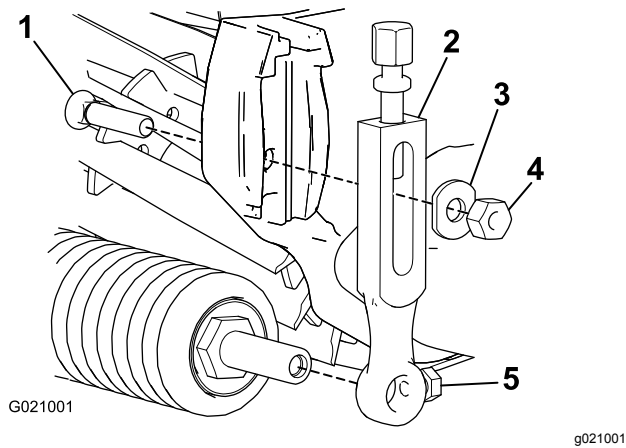

Figura 1
1. Retire o parafuso de arado, anilha e porca que prende um dos suportes de altura de corte (HOC) à placa lateral da unidade de corte (Figura 1).
2. Desaperte os parafusos de montagem do rolo nos suportes HOC (Figura 1).
3. Deslize o suporte HOC para fora do veio do rolo (Figura 1).